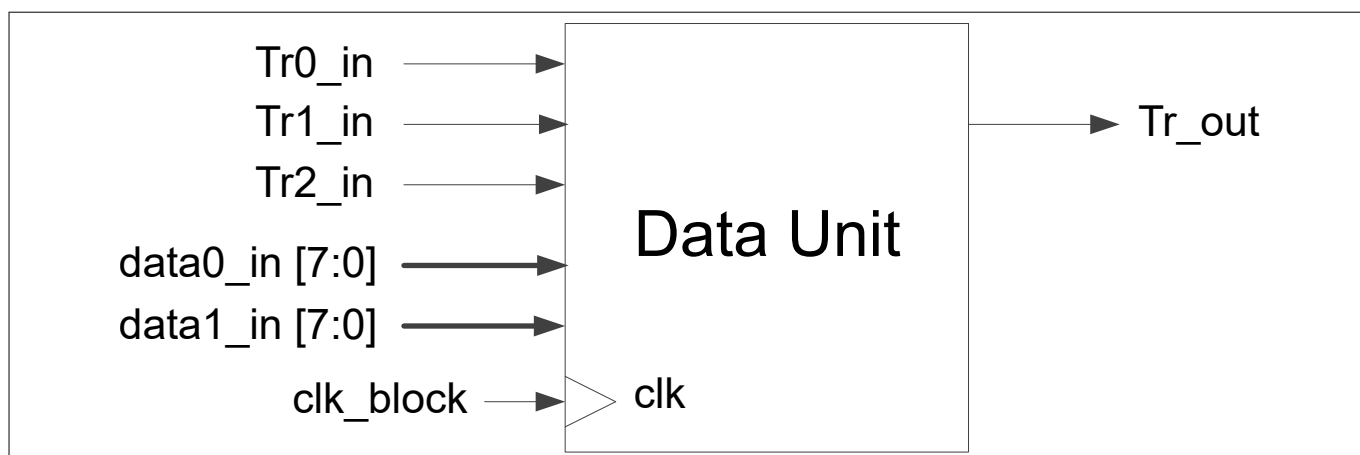

図 9 データユニットのブロックダイアグラム
2.4 データユニット (DU)
各スマート I/O ブロックにはデータ ユニット (DU) コンポーネントが含まれます。DU はシンプルな 8 ビットデータ経路で構成されます。簡単なインクリメント、デクリメント、インクリメント/デクリメント、シフト、および AND/OR の動作を実行できます。DU は DATA0 (data0_in [7:0]) と DATA1 (data1_in [7:0]) の 2 つのビットデータ入力に基づいてプログラマブル出力 (Tr_out) 信号を生成できます。フリップフロップにより内部状態は保持されます。DU 動作は最大 3 つの入力信号 (Tr0_in, Tr1_in, Tr2_in) で制御できます。図 9 にデータユニット (Data Unit) の基本ブロックダイヤグラムを示します。